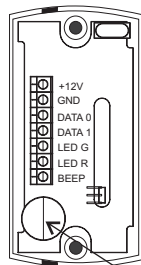

Рис. 4
2. Присоедините провода к разъёму считывателя, в соответствии с рис. 4.